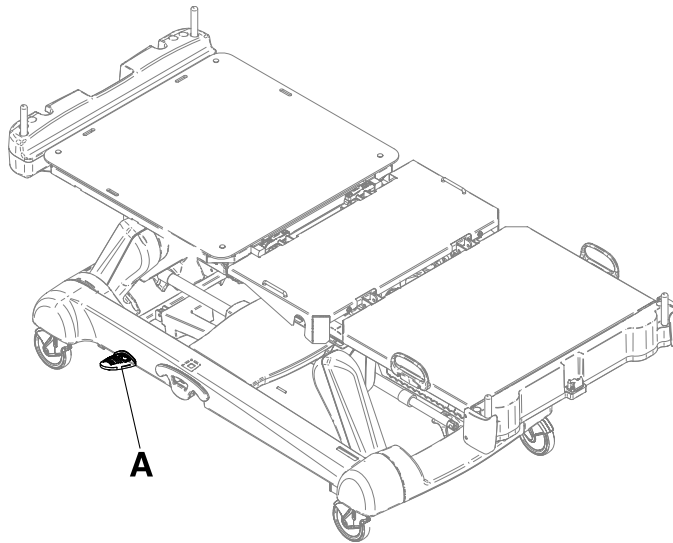

Figure 2-9 : Levier de débrayage pour position d'urgence RCP
Deux leviers de débrayage pour position d'urgence RCP se situent au niveau de la section côté tête, de chaque côté du plan de couchage (A) (Figure 2-9 à la page 2-29).